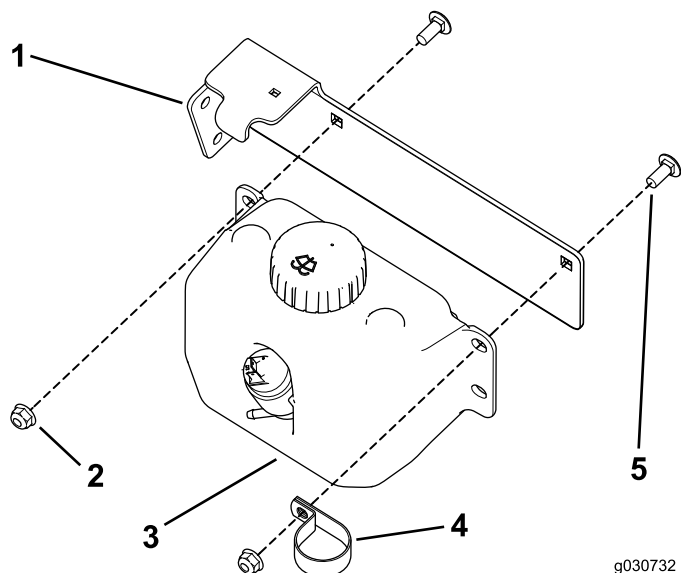

Figure 32
3. Utilisez les 2 boulons de carrosserie et les contre-écrous pour fixer le réservoir de lave-glace et le collier en R au support (Figure 32).